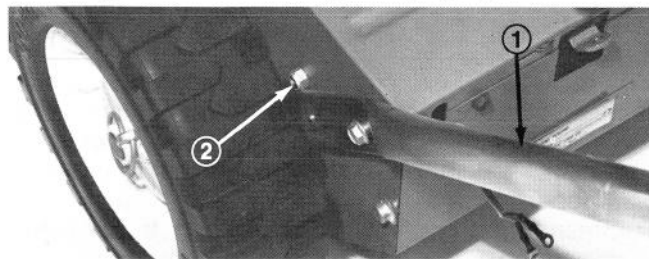

Figure 1
2. Alignez les trous de montage des mancherons avec les trous dans les plaques latérales, posez deux (2) vis à tête et serrez avec les doigts juste assez pour mettre le mancheron en position sur le côté gauche de la déneigeuse (Fig. 1).
5. Placez les écrous du mancheron du côté droit, alignez le mancheron et serrez les écrous du mancheron sur les deux côtés de la déneigeuse à l'aide d'une clé de 1/2 pouce (Fig. 1).